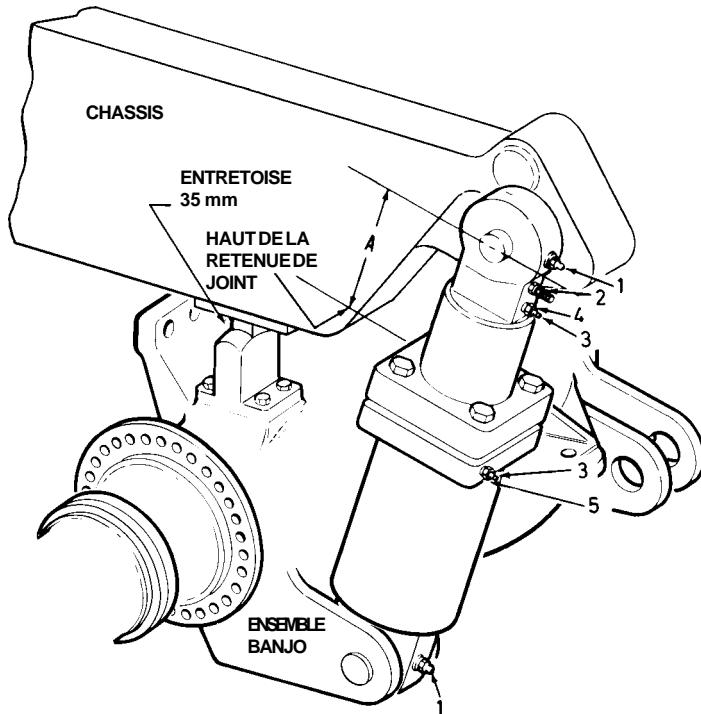

Fig. 5 - Repose du cylindre amortisseur
**Note:** Si les bagues de roulement peuvent toujours être utilisées, assemblez avec du fil les coupelles et les cônes correspondants pour l'accouplement lors du remontage. L'ensemble de roulement (22) peut être remplacé comme un ensemble uniquement. Si un composant est défectueux, l'ensemble complet doit être remplacé.
10. A l'aide d'un extracteur de roulement adéquat, similaire à celui indiqué dans la Fig. 5, déposez le cône intérieur (22D) de l'arbre du pignon satellite (23).
11. Déposez la connexion arrêtée d'un coup de poinçon sur l'extrémité de l'arbre du pignon satellite (23), à l'aide d'un extracteur de roulement adapté, voir la fig. 5, déposez le roulement le palier d'extrémité (25) de l'arbre du pignon satellite (23).